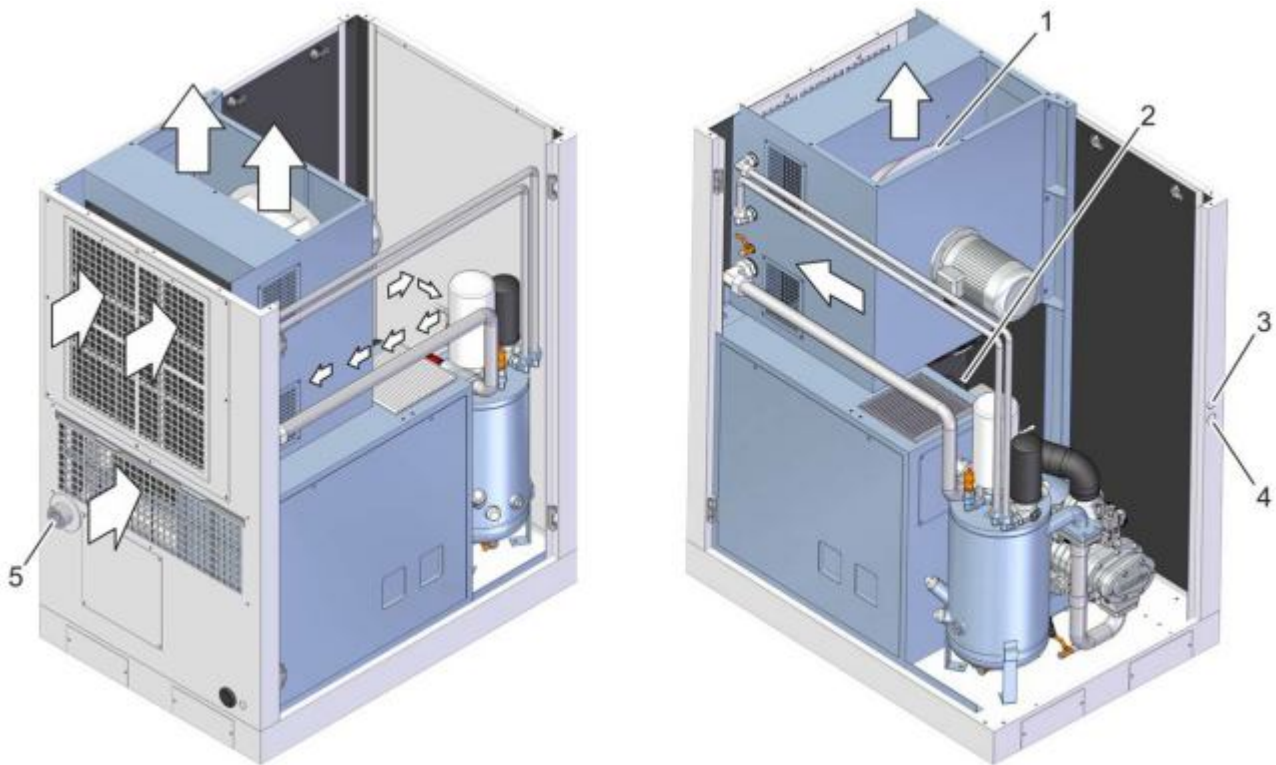

Рис. 15: Схема технологического потока, Винтовой компрессор VARIABLE XP 22 – 37
- Вентилятор охлаждения (Рис. 15/1)
- Всасывающий фильтр (Рис. 15/2)
- Подключение сжатого воздуха (Рис. 15/5)